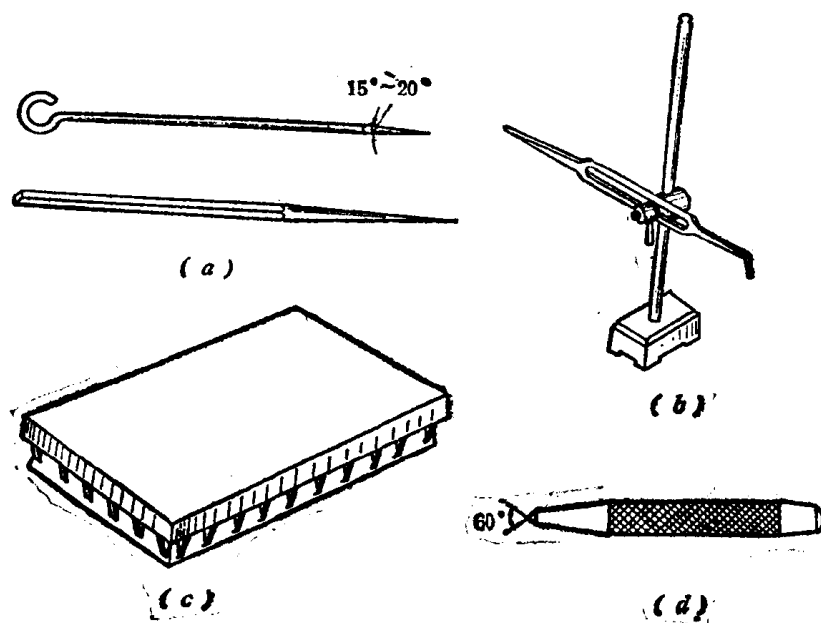

图2—10 划线工具
(1) 划针 划针(图2—10a)是在工件上直接划出加工线的工具。划针是用工具钢或弹簧钢丝制成，直径为3~5毫米，尖端磨成 $15^\circ\sim 20^\circ$ 的尖角，并经淬火处理。